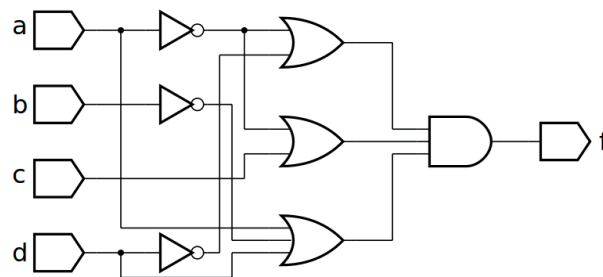
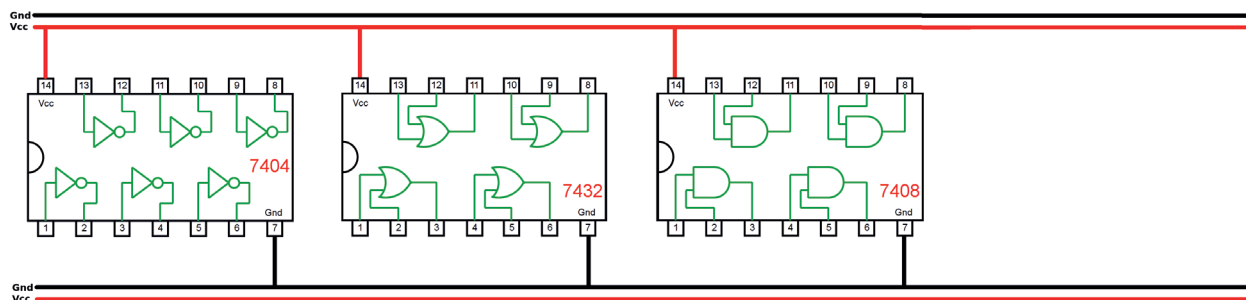

Figura 5.21 – Diagrama esquemático.
Figura 5.22 – Disposição dos componentes (TTL) para a placa de montagem.
- Complete as ligações na figura 5.22 ou 5.23 de acordo com a figura 5.21.
5. Utilize um programa de simulação em computador (SmartSim, Atanua, Qucs) faça a simulação do circuito da figura 5.21. Compare os resultados com a tabela 5.5.
6. Escreva a equação booleana do circuito da figura 5.21 e simule no programa para o Arduino.